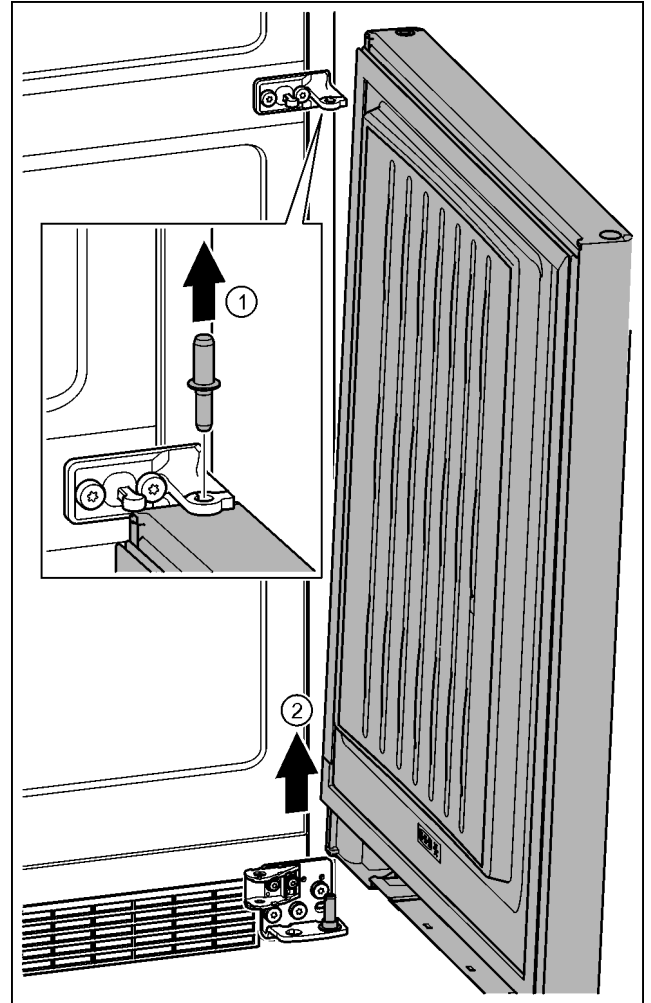

Fig. 22
- ▶ Извлечь пальцы движением вверх. Fig. 22 (1)
- ▶ Отклонить дверь, приподнять вверх и отставить в сторону. Fig. 22 (2)